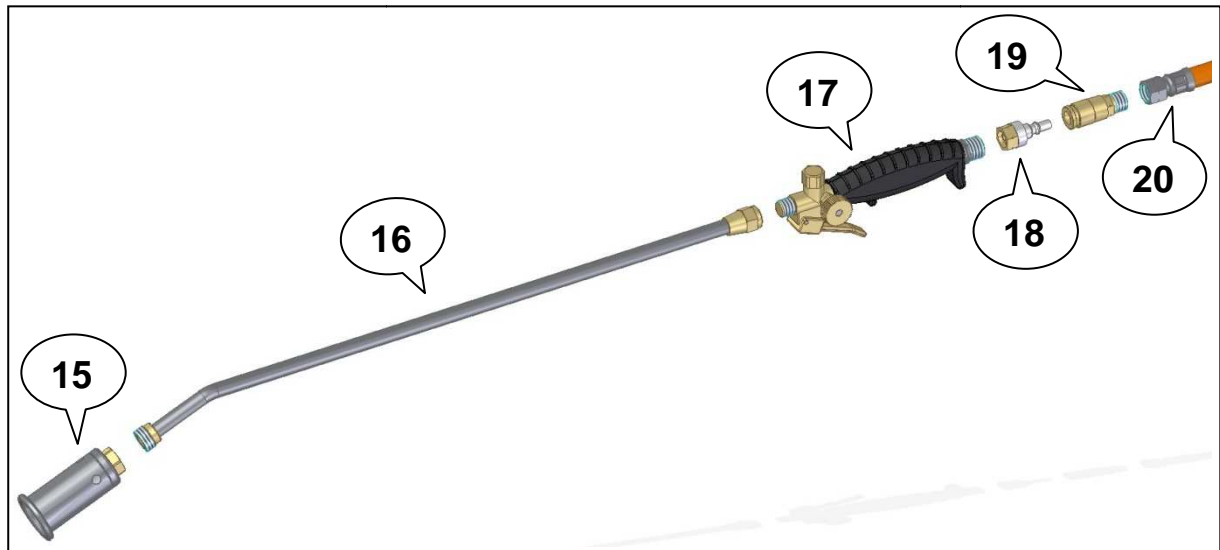

Abbildung 3
3. Schieben Sie die Steckkupplung auf den Stecknippel (Pos. 18) vom Handbrenner (siehe Abbildung 3).